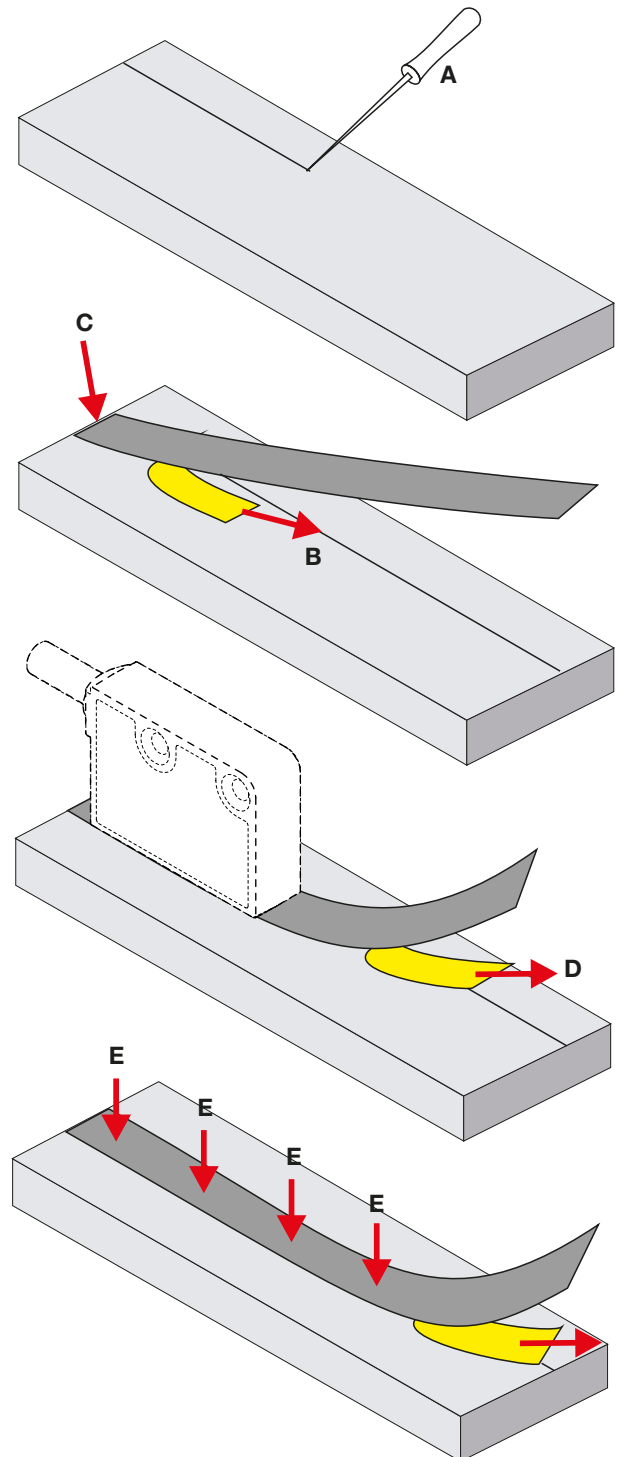

Bild 4-4: Maßkörper auf einer ebenen Oberfläche befestigen
1. Die Anschlagkante des Maßkörpers auf dem Maschinenteil vorsehen oder anreißen (Bild 4-4, A).
5. Die Klebeschutzfolie am hinteren Ende des Maßkörpers etwas abziehen (Bild 4-4, B), den Maßkörper ausrichten und ihn leicht ankleben (Bild 4-4, C).
6. Ein weiteres Stück Klebeschutzfolie entfernen (Bild 4-4, D), den Maßkörper ausrichten und von Hand leicht andrücken (Bild 4-4, E).